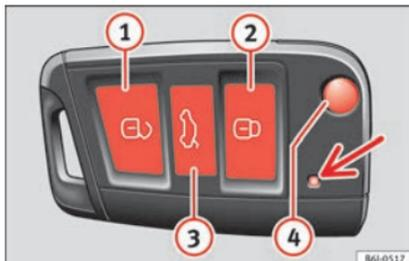

Fig. 122 Affectation des touches de la clé à radiocommande
La touche ④ » fig. 122 de la radiocommande permet de débloquer le panneton de la clé.
Déverrouillage du véhicule ⑥ » fig. 122 ①.
Verrouillage du véhicule ⑥ » fig. 122 ②.
Déverrouillage du hayon arrière. Appuyez sur la touche ④ » fig. 122 ③ jusqu'à ce que tous les clignotants du véhicule s'allument brièvement. Après avoir appuyé sur le bouton de déverrouillage ④ ③, vous disposez de 2 minutes pour ouvrir le hayon. Une fois ce temps écoulé, il se verrouillera de nouveau.
D'autre part, le témoin de la pile de la clé » fig. 122 (flèche) clignotera.
- Appuyez sur la touche   » fig. 122 de la radiocommande.